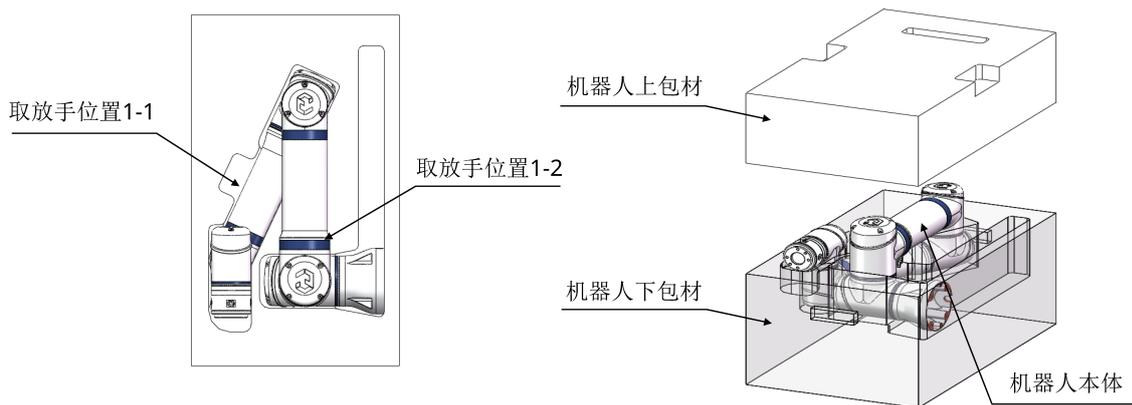

图 6-1: 机器人打包图
- CS63A 机器人的打包姿态角度是：(A1: 180°、A2: -180°、A3: 245°、A4: 0°、A5: 25°、A6: 0°)，如图 6-1所示；